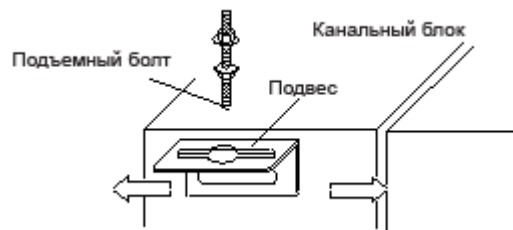

Рис.4
2. Крепление подвеса к блоку показано на рис. 4.